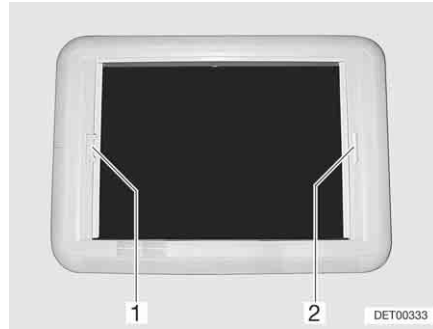

Fig. 64 Oblò Heki, bloccaggio tenda a rullo
Chiusura: ■ Tirare l'oscurante a rullo per la maniglia (Fig. 64,2) verso la maniglia contrapposta della zanzariera a rullo (Fig. 64,1) e farlo innestare.
■ Con l'altra mano premere il listello di sblocco in direzione dell'impugnatura tenendo l'impugnatura della zanzariera a rullo (Fig. 64,1). Il bloccaggio si sblocca.
Chiusura: ■ Tirare la zanzariera a rullo per la maniglia (Fig. 64,1) verso la maniglia contrapposta dell'oscurante a rullo (Fig. 64,2) e farla innestare.
Apertura: ■ Tenere ferma la zanzariera a rullo (Fig. 64,1) con l'impugnatura e premere il listello di sblocco in direzione dell'impugnatura. Il bloccaggio si sblocca.